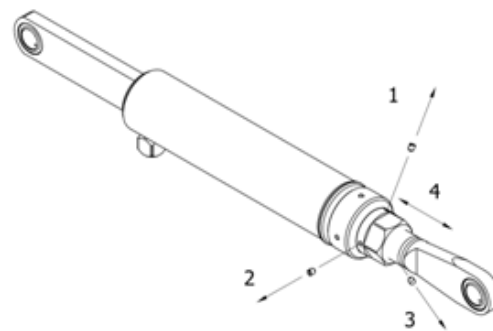

Figura 27. Ajuste de la longitud del cilindro
2. Aflojar y quitar los tornillos de bloqueo (ítems 1, 2, 3, véase Figura 27).
3. Girar la tuerca (ítem 4, véase Figura 27) para ajustar la longitud del cilindro y la posición del puente. Utilizar la herramienta ZEPRO con nº de ref. 59693 (60 mm). Ajustar siempre los dos cilindros.